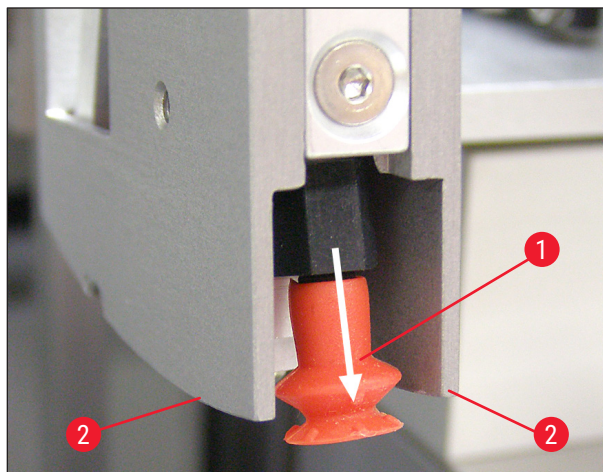

Fig. 58
- Ventuzele trebuie înlocuite dacă prezintă deformări sau deteriorări vizibile. Pentru acest lucru, trageți ventuzele în jos și îndepărtați-le cu degetele (→ Fig. 58) și înlocuiți-le cu ventuze noi.